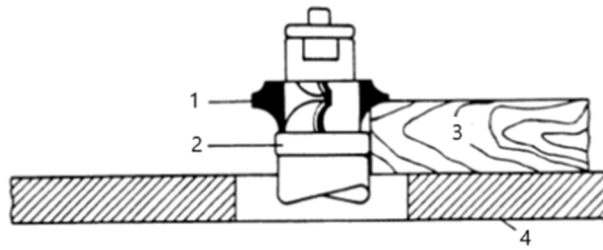

Figura 7
1. Utilizzando il collare sotto la fresa, figura 7, è possibile osservare in ogni momento l'avanzamento del taglio. Uno svantaggio di questo metodo è che qualsiasi sollevamento accidentale del pezzo da lavorare causerebbe delle scalfiture nel legno e rovinerebbe il pezzo stesso.